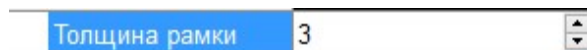

Рисунок 4.56 – Свойство «Толщина рамки»
2. **Окно редактора, совмещенное с кнопками прокрутки** (Рисунок 4.56). Используется для ввода дискретных величин, как правило начинающихся с 1 и имеющие ограниченный диапазон. Свойство вводятся с помощью клавиатуры или кнопок прокрутки. Таким свойством может быть «Толщина рамки», «Количество цветов», «Количество знаков» и т.п.